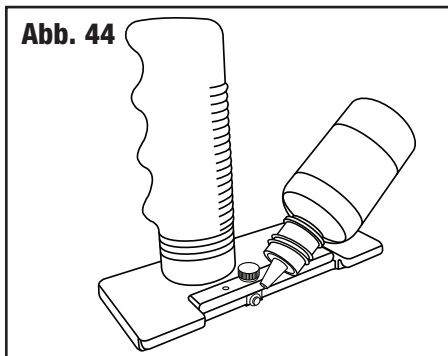

Abb. 45
6. Setzen Sie den Schneider hinter dem Rand der Glasscheibe auf die Führungsschiene. Ziehen Sie ihn auf sich zu, bis das Rädchen das Glas berührt (**Abb. 45**).